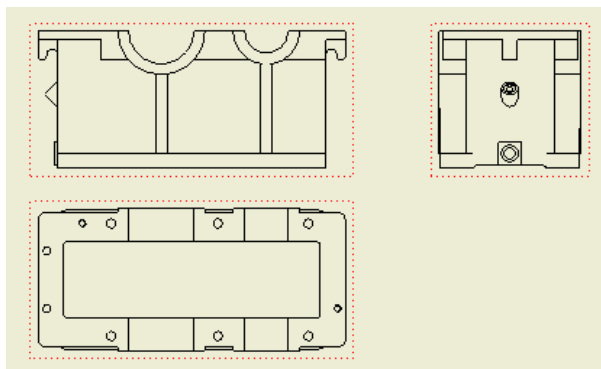

图 12-27 零件的基本视图
①创建基本视图。单击【放置视图】标签栏【创建】面板上的【基础视图】工具按钮，创建零件的基础视图，即图样中的主视图。然后创建其俯视图和左视图。创建的基本视图如图12-27所示。